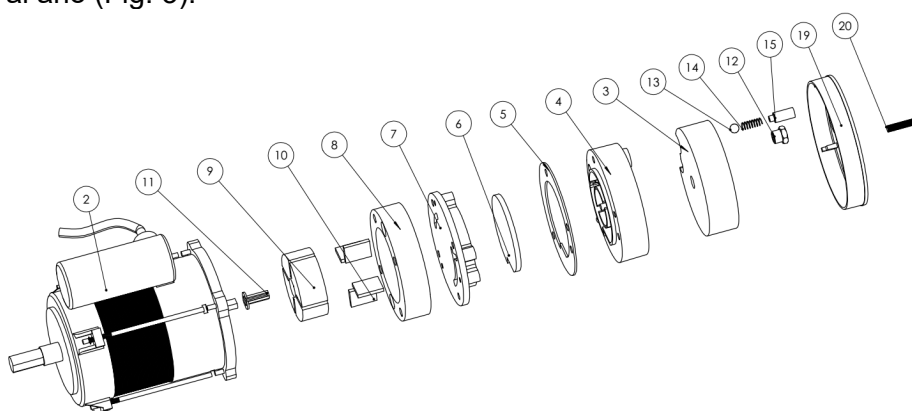

Fig.3
Limpie los filtros de aire. Retire la tapa del extremo del filtro (19), lave el filtro de admisión de aire (3) con un detergente ligero y séquelo bien antes de volver a instalarlo. Sustituir el filtro de impulsión de aire (6) una vez al año (Fig. 3).